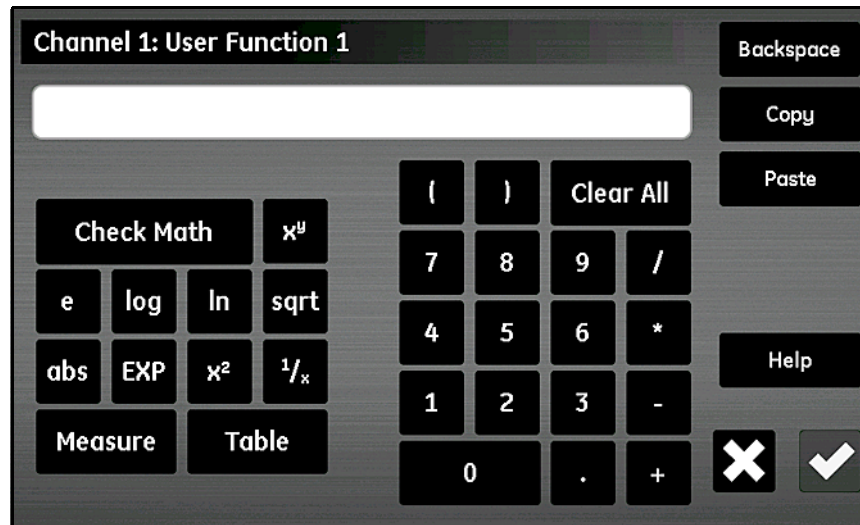

Figura 61: La schermata Equazione funzione utente
3. Toccare il pulsante **Funzione utente** per selezionare il nome della funzione (**Funz. 1**, **Funz. 2**, **Funz. 3** o **Funz. 4**). Toccare quindi la casella di testo sotto il pulsante **Canale** per aprire la schermata *Canale x: Funzione utente y*, mostrata nella *Figura 61*, per immettere l'equazione della funzione. Al completamento dell'equazione, toccare il pulsante **di spunta** per tornare alla schermata *Configurazione funzione utente*.
I pulsanti nella *Figura 61* consentono l'inserimento di funzioni matematiche standard e la ricerca di dati da tabelle utente predefinite (*"Immissione di tabelle definite dall'utente" a pagina 68*). Il pulsante **Controlla matem.** si utilizza per rilevare eventuali errori nella definizione dell'equazione. È inoltre possibile toccare il pulsante **Cancella tutto** in qualsiasi momento per iniziare da zero. I pulsanti **Copia** e **Incolla** nell'angolo superiore destro della schermata possono essere utilizzati per duplicare informazioni da una funzione utente a un'altra, per evitare di immettere più volte le stesse informazioni.